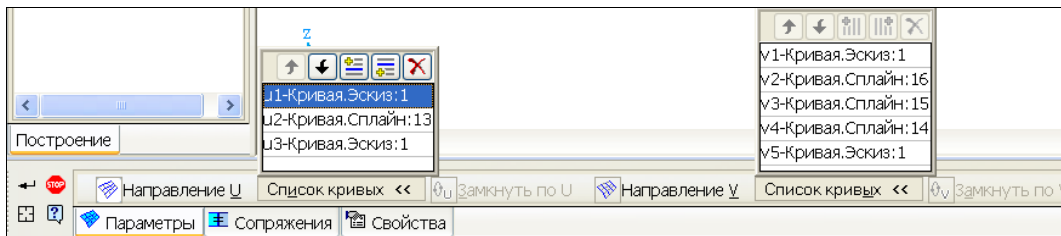

Рис. 30.20. Панель свойств: Поверхность по сети кривых на вкладке **Параметры**
- ♦ вызовите команду **Поверхность по сети кривых** . В окне модели укажите объекты в направлении U. Система автоматически их обозначила: u1, u2, u3. На Панели свойств: Поверхность по сети кривых на вкладке **Параметры** (рис. 30.20) в список **Кривые направления U** занесены эти объекты. В окне модели отобразится фантом поверхности;